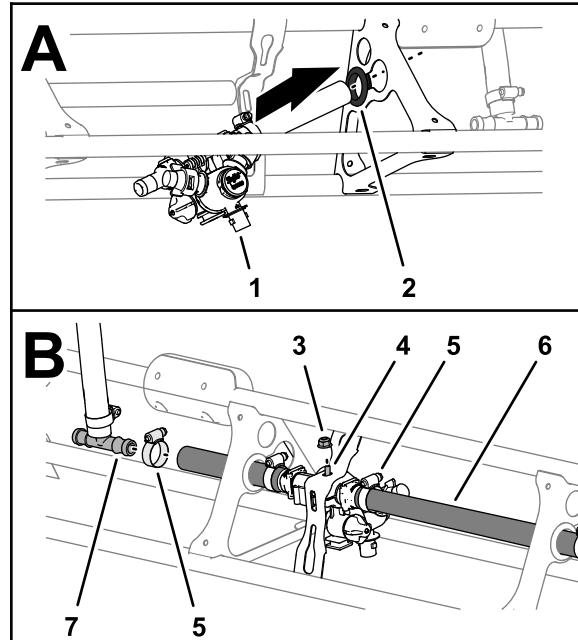

Figure 110
1. Insérez l'ensemble débitmètre/tourelle de buse L3 dans l'œillet intérieur du cadre en treillis (Figure 110).
2. Branchez le flexible du côté intérieur de l'ensemble buse/débitmètre L2 sur le raccord droit cannelé de l'ensemble buse/débitmètre L3, et fixez le flexible au raccord à l'aide d'un collier de serrage (Figure 110).
3. Fixez le raccord en T cannelé du flexible d'alimentation de section gauche dans le flexible court de l'ensemble débitmètre/tourelle de buse L3 à l'aide d'un collier de serrage (Figure 110).
4. Insérez le boulon d'étrier de tourelle dans le trou du support de buse, et fixez l'ensemble débitmètre/tourelle de buse au support (Figure 110) à l'aide d'un contre-écrou à embase (5/16").